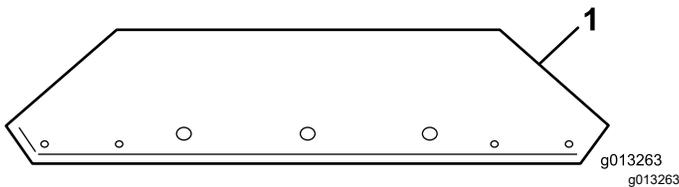
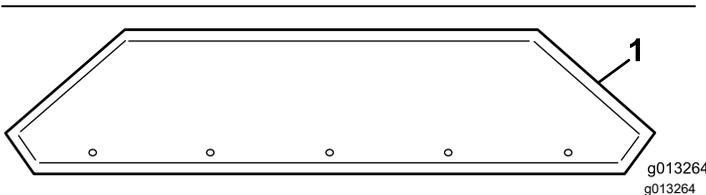

Bild 13
Bild 14
- Nehmen Sie die Füllkastenverlängerungen aus der Kiste und identifizieren Sie vorne und hinten (Bild 13 und Bild 14).